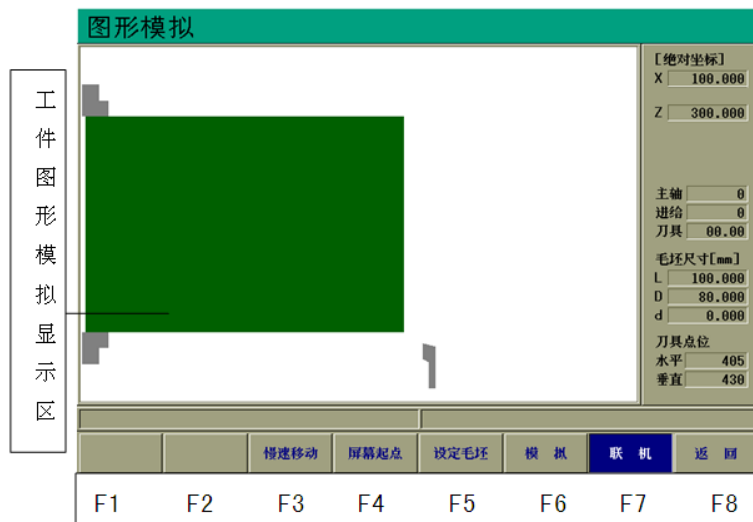

图 3.7 图形模拟
(1) 按【位置】主键进入位置界面；
(2) 按【F4】(自动)键；
(3) 按【存储/打开】键；
(4) 输入文件名 P0750；
(5) 按【ENTER】；
(6) 按【F8】(图形显示)键后, 图形界面如图 3.7 所示: